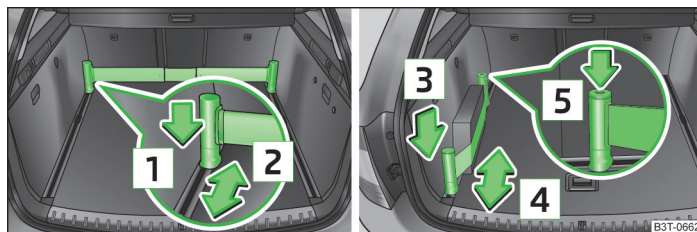

Fig. 101 Barre télescopique et sangle de serrage
- Appuyez sur la partie supérieure du support dans le sens de la flèche **1** » fig. 101 et pousser en même temps dans la position souhaitée dans le sens de la flèche **2**.
- Appuyez sur le support dans le sens de la flèche [3] » fig. 101 et pousser en même temps dans la position souhaitée dans le sens de la flèche [4].
- Vous pouvez également dérouler complètement la sangle de serrage en appuyant sur la touche [5] » fig. 101.